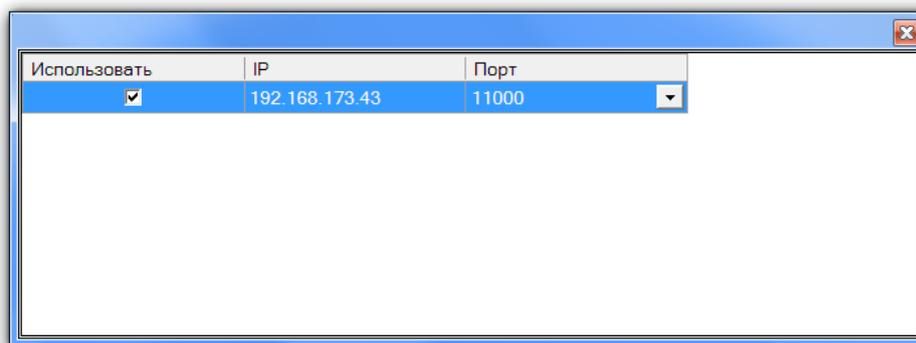

Рис. 1.8. Окно настроек «Арос-Сервер»
6. Кликните левой кнопкой мыши по иконке «Арос-Сервер» на Панели задач, откроется окно настроек «Арос-Сервер» (рис. 1.8)